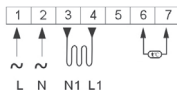

Рисунок 4 - Схема подключения
Осуществляйте подключение проводников в соответствии со схемой (рис. 4)
- С помощью двух винтов, входящих в комплект поставки прикрепите терморегулятор к монтажной коробке. Произведите подключение согласно схеме (рис. 4).